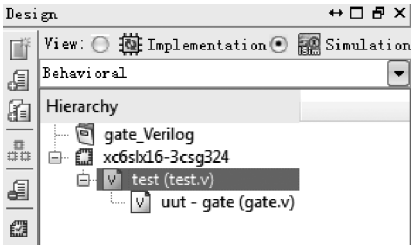

图 3.35 新添加了 test.v 文件
- (5) 单击 Next 按钮。
- (6) 出现 New Source-Summary (新源文件-总结) 界面, 生成的仿真文件的名字为 test.v。
- (7) 单击 Finish 按钮。
- (8) 如图 3.35 所示, 在 Hierarchy 窗口下, 新添加了 test.v 文件, 并且自动打开 test.v 文件。